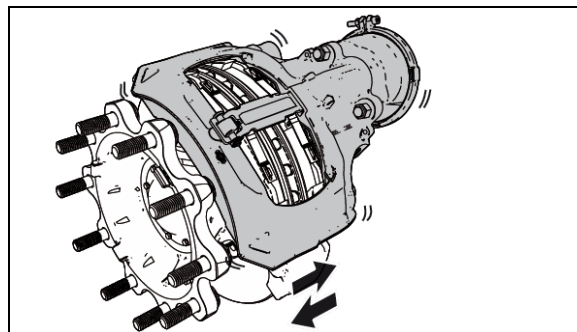

FIGURE 39: TEST MANUEL EN POUSSANT ET EN TIRANT
3. Un mouvement dans les limites du jeu doit être possible en poussant et en tirant l'étrier à la main dans le sens axial (voir flèches, Figure 39). Un mouvement de 0.6 à 1.1 mm doit être possible.